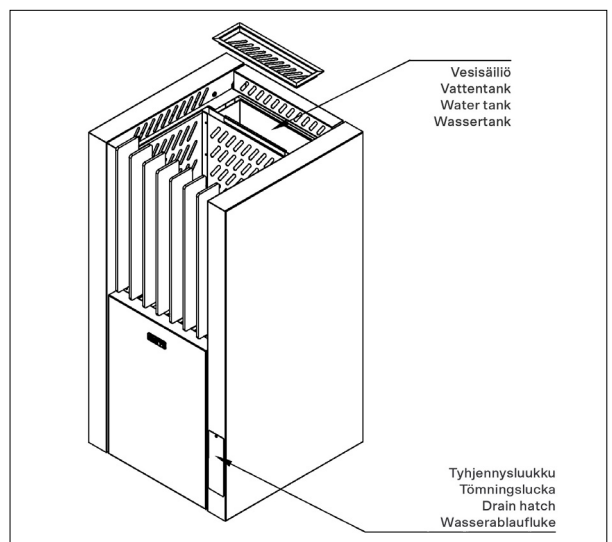

Figure 4. Steamer
- The water tank can be drained by opening the valve, placed behind the drain hatch. (Fig. 4)
- Der Wassertank kann durch Öffnen des Ventils hinter der Wasserablafluke entleert werden (Abb. 4).